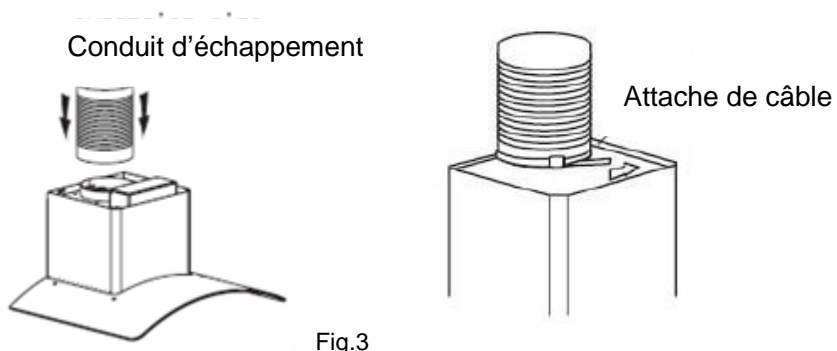

Fig.3
5. Installez le tuyau d'expansion sur le corps de la hotte et fixez-le avec un serre-câble. Voir Fig. 3.